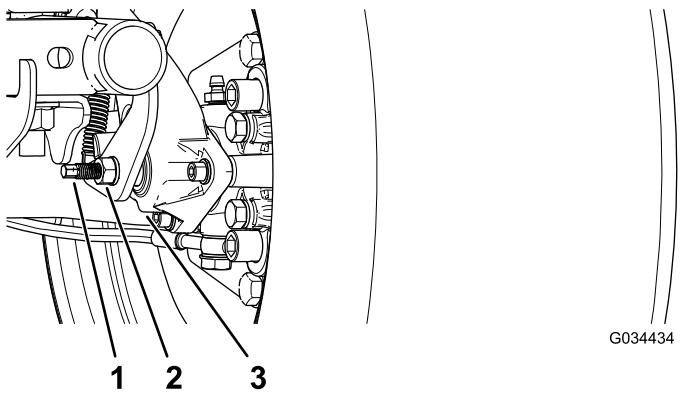

Рисунок 61
3. Используя два ключа, удерживайте регулировочный штырь на суппорте одним ключом и ослабьте контргайку на $\frac{1}{4}$ оборота другим ключом (Рисунок 61).
4. Удерживая регулировочный штырь и контргайку на месте, поверните регулировочный штырь для затягивания (Рисунок 61).
5. Удерживая регулировочный штырь и контргайку на месте, отверните штырь на $\frac{1}{4}$ оборота (Рисунок 61).
6. Удерживая регулировочный штырь и контргайку на месте, затяните контргайку (Рисунок 61).